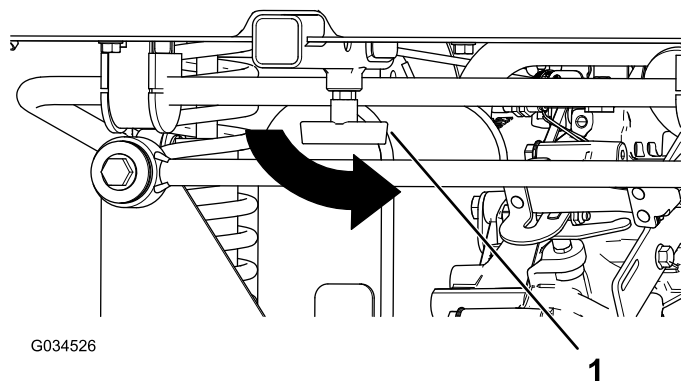

Figure 8
8. Serrez la poignée en "T" sur le tube récepteur (Figure 8).